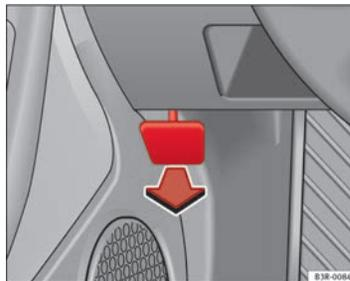

Fig. 169 Detalle de la zona reposapiés del lado del conductor; palanca para el desbloqueo del capó del motor.
- Tire de la palanca que hay debajo del tablero de instrumentos ⇒ **fig. 169** en la dirección de la flecha.